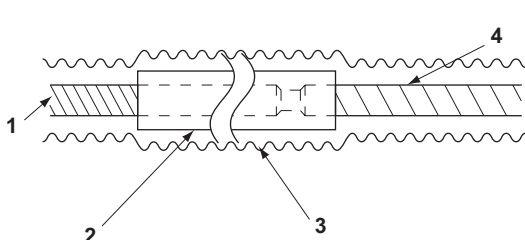

Bild 18
- Vid förlängning av dräneringsslangen ska en förlängningsslang (finns i butik) användas. Denna ska isoleras i hela den längd som dras inomhus. (Se bild 18)